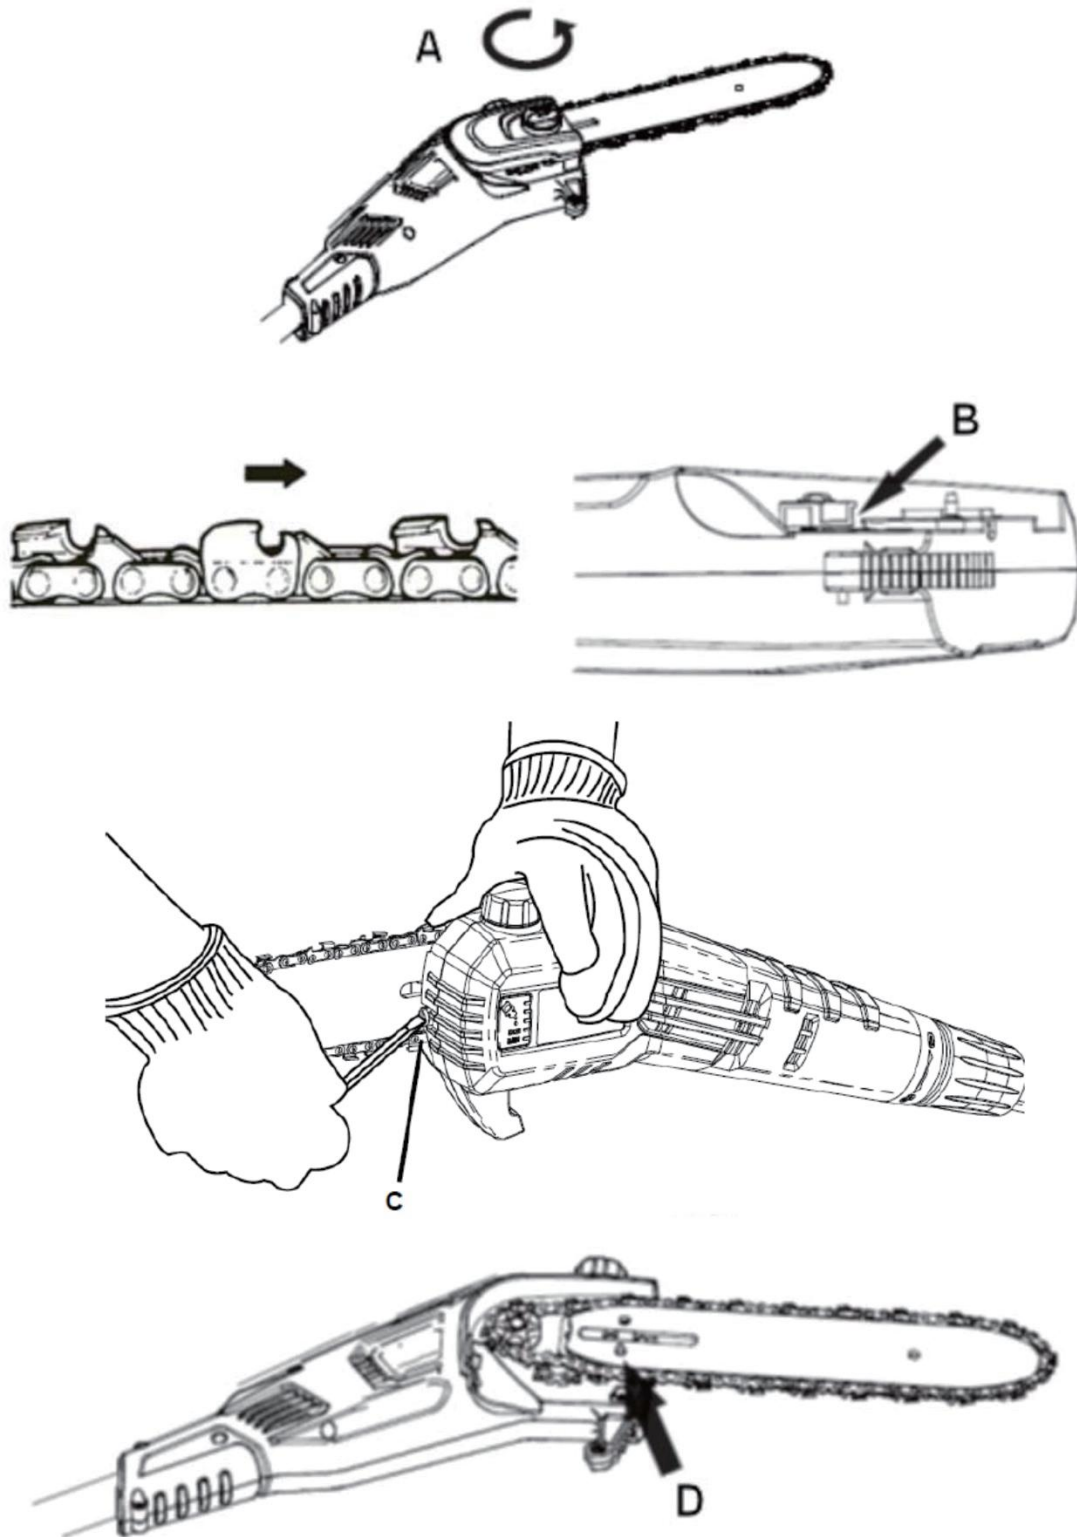

Bild 4
2. Placera sågänden på ett lämpligt plant underlag med låshjulet (6) vänt uppåt.
3. Avlägsna kedjehjulsskyddet (10) genom att lösa på låshjulet.
5. Fäst kedjan runt kedjehjulet, bild 4-B, och montera svärdet på sågens ände så att plastdelen passar in i svärdets öppning.
6. Justera kedjespänningsskruven (12), bild 4-C, så att stiftet träffar hålet i svärdet, bild 4-D. Använd kedjespänningsskruven för att få rätt spänning på kedjan.
8. Återmontera kedjehjulsskyddet och dra åt låshjulet (6).